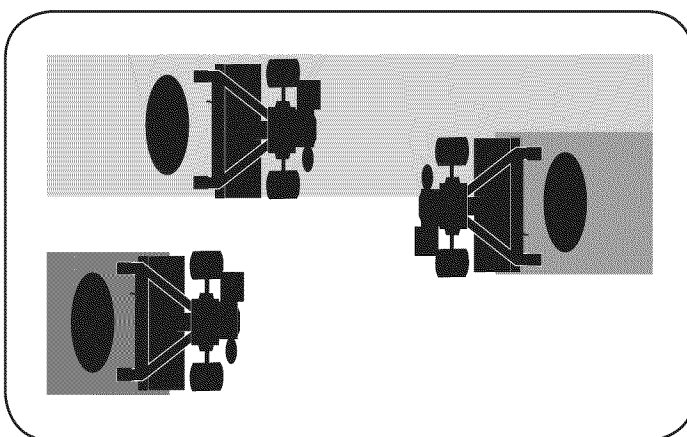

Figura 15
- Si las dimensiones del jardín no permiten la labranza en sentido longitudinal y luego en sentido transversal, traslape las primeras pasadas por la mitad del ancho de la cultivadora, continuando con sucesivas pasadas a un cuarto del ancho. Vea la Figura 15.